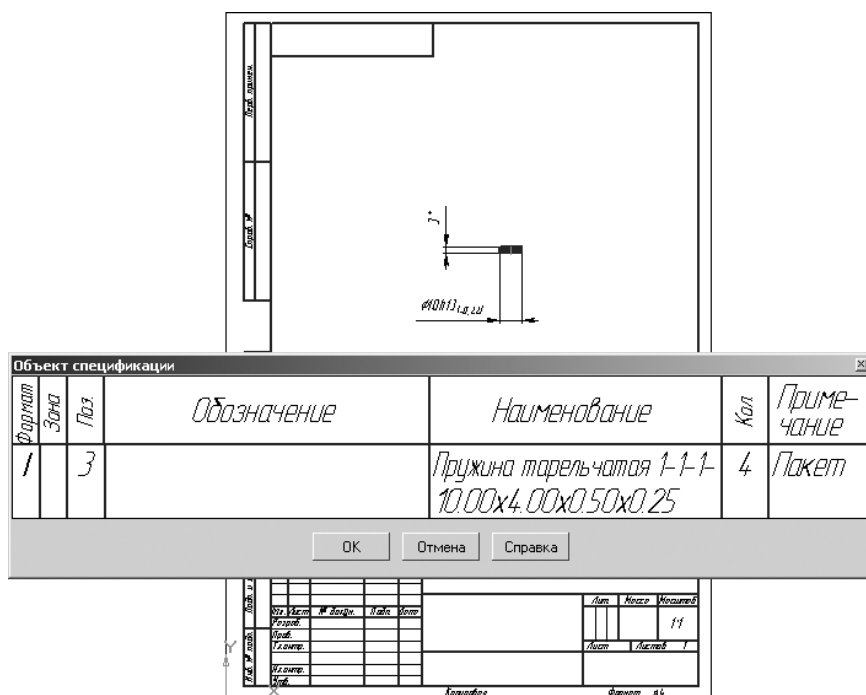

Рис. 4.67. Сборочный чертеж тарельчатой пружины с объектом спецификации
- нажмите кнопку **Esc** для прерывания команды. Появится сборочный чертеж тарельчатой пружины и объект спецификации, см. рис. 4.67;